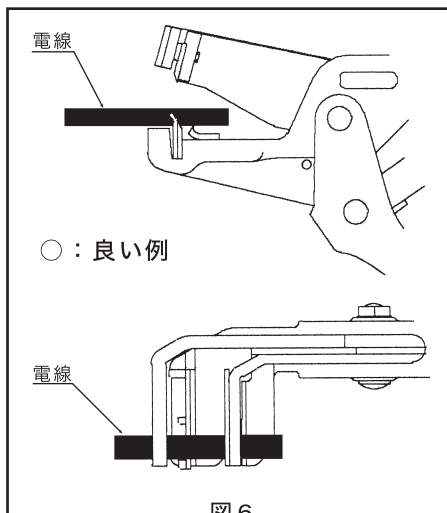
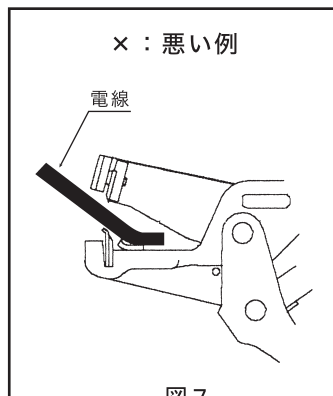

図6
図7
- 2) 電線は正しい位置(図6)にセットしてください。図7・8の様によくセットされていない場合は、剥離できなったり、絶縁体または心線に傷が付く事があります。